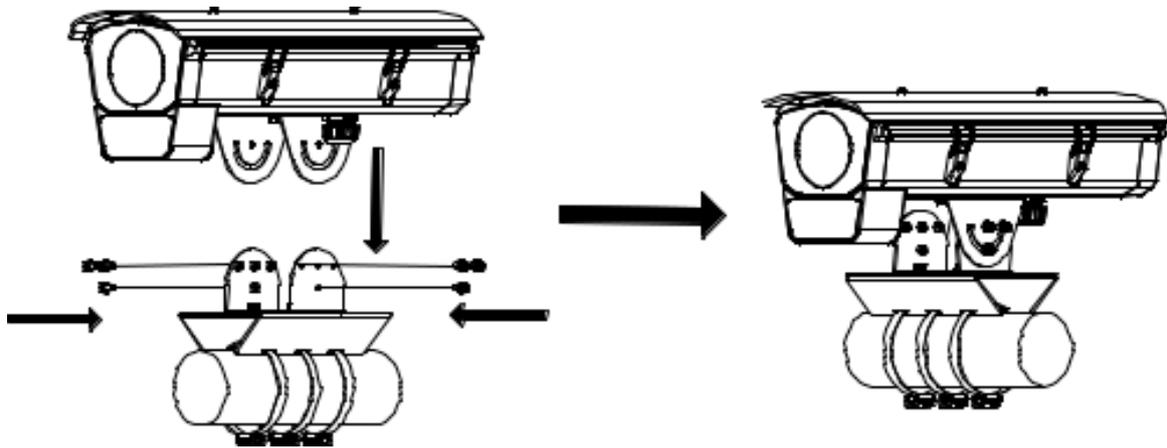

Рисунок 2.17 – Завершение монтажа камеры на горизонтальной балке
6) Затем, к полученному на балке основанию, прикрутите видеокамеру с креплением к карданному шарниру (рис. 2.17).